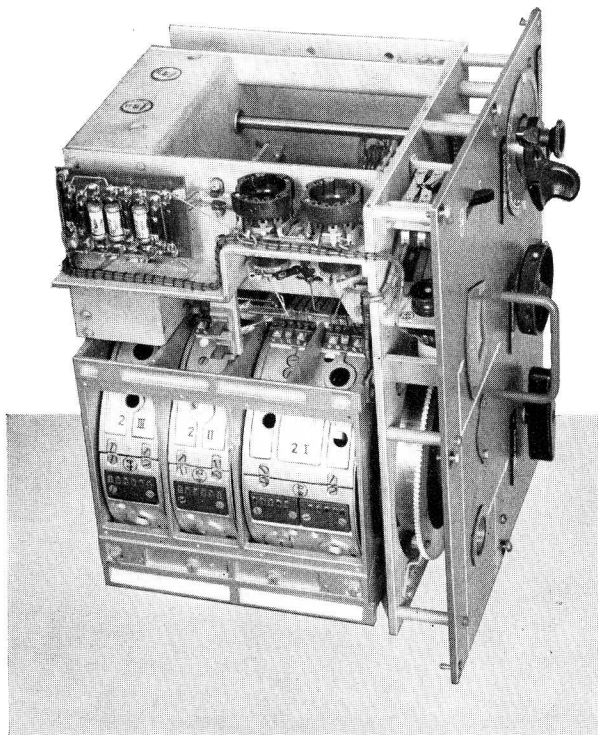

Abb. 8: Peilvorsatz (Innenaufbau)
28. Der Peilvorsatz (vgl. Abb. 8) umfaßt die zur Navigations-Eingangsschaltung erforderlichen Schaltelemente, die zur Umschaltung der Peilung und für den Rundempfang notwendigen Relais und die Verstärkerröhren. Die Spulen und Ausgleichselemente sind in Trommeln untergebracht und gewährleisten eine mechanisch und elektrisch einwandfreie Bereichsschaltung.